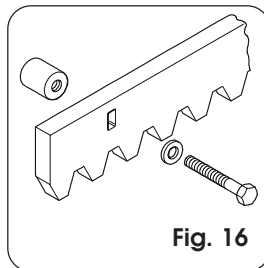

Fig. 16
#### 4.4.2. CRÉMAILLÈRE EN ACIER A VISSER (FIG. 16)
- 5) Placer un autre élément de crémaillère à côté du précédent en utilisant, pour mettre en phase la denture des deux éléments, un élément de crémaillère d'après la fig. 16.